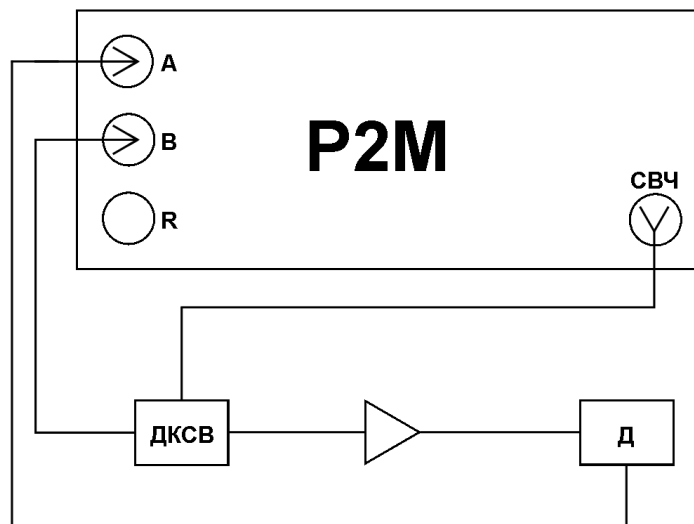

Рисунок 16. Общая схема измерения модулей КП и КО.
В качестве примера проведем измерение модулей коэффициентов передачи и отражения сверхширокополосного малошумящего усилителя СВЧ-сигнала LNA20/2 по схеме, приведенной на рис. 16.
13. Подключить измеряемое устройство, как показано на рис. 16.